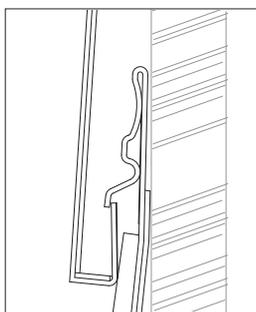
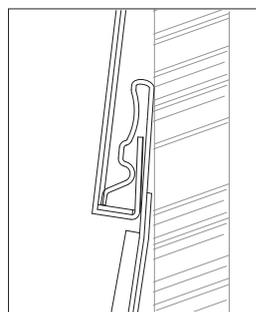

図1.パネルの位置を調整する。
図3.上向きに押しつけてしっかりかみ合わせる。
- ③2～3段ごとに本体上部に水平器をあて、本体が水平に施工されているかどうかを必ず確認して下さい。
- ④本体を上下に嵌合させる際は、上と下の本体がしっかりかみ合うまで一旦上の本体を下から上に向かって押し上げて下さい(図1～図3)。次に、上の本体を無理に引っ張ったり押し付けたりせず、自然に本体の下端が下の本体の上端に乗るように置いて下さい(図4)。その後、本体の取り付け位置が、上下左右とも定まってからビスを留めて下さい。